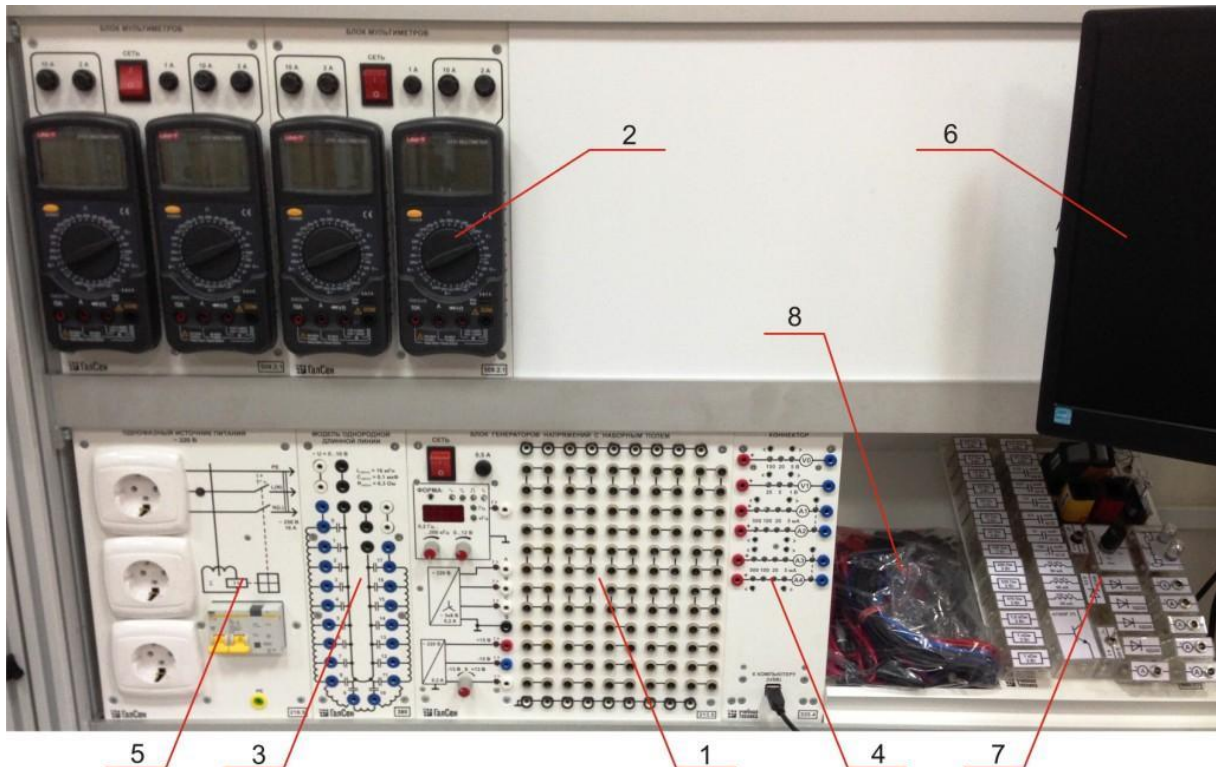

Рис. 1. Лицевая панель стенда:
Лабораторные работы выполняются на универсальном лабораторном стенде. Лицевая панель стенда показана на рис. 1. Она содержит блок генераторов с наборным полем (1), блок мультиметров (2), модель однородной длинной линии (3), коннектор (4), блок однофазного источника питания (5), монитор компьютера (6). В нише стенда расположен набор мини блоков (7), соединительные провода и перемычки (8).